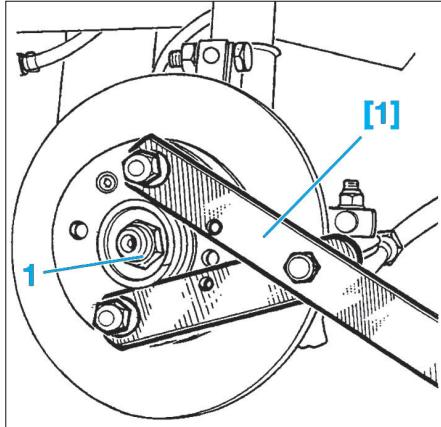

Fig. 1
- [1]. Outil d'immobilisation du moyeu type "Y" (Fig.1).
- l'écrou de transmission (1) à l'aide de l'outil [1] (Fig.1),
- l'écrou de transmission (1) à l'aide de l'outil [1] (**Fig.1**),